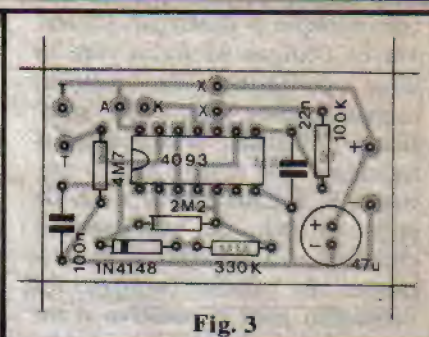

Fig. 3
- **FIG. 3** — "Chapeado" da montagem do BAM, ou seja: vista da plaquinha pelo lado não cobreado, tendo todos os componentes claramente demarcados em suas posições e valores. Quem ainda não tiver muita prática deve recorrer ao mencionado "TABELÃO" (junto às **INSTRUÇÕES GERAIS**, no começo